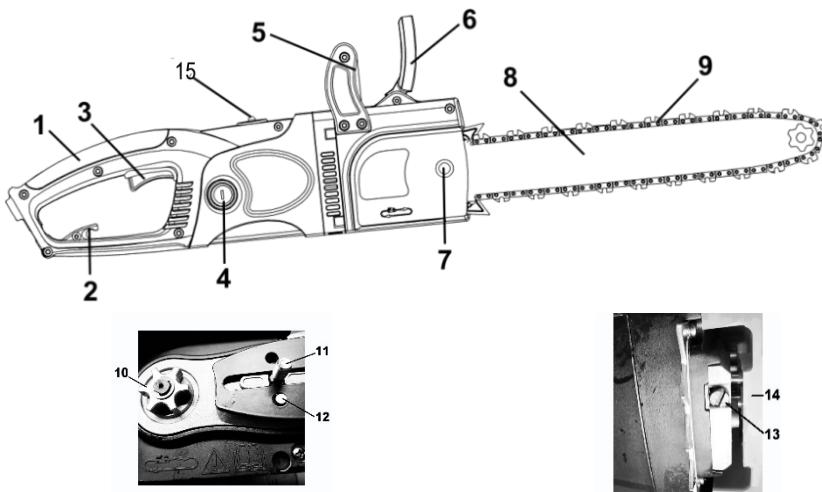

Рисунок 1
пиляльної гарнітури у складі шини (8), пиляльного ланцюга (9), систем натягування (7) та автоматичного змащування ланцюга; однофазного колекторного двигуна з подвійною ізоляцією, який встановлений по «подовжній» схемі – вісь двигуна паралельна вісі виробу, при цьому рух на приводну шестерню ланцюга передається під кутом 90° через конічний редуктор; системи зчленення з відцентровою муфтою та гальмами, – згідно рис. 1.
4.1.1 Для увімкнення виробу натисніть на кнопку блокування від випадкового вимикання (розташована з лівого боку основної рукоятки), а потім на важіль перемикача (3) (рис. 1). Для відключення виробу слід важіль відпустити.